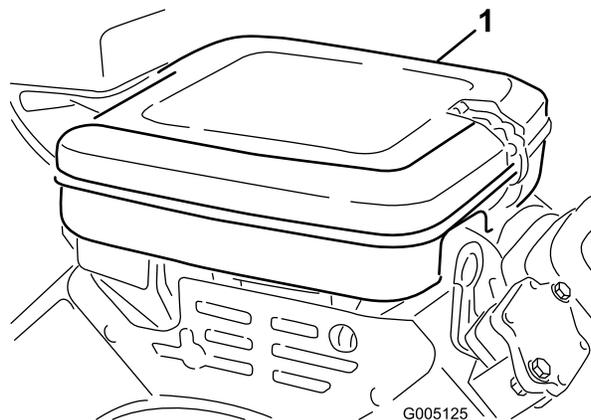

Figure 36
1. Nettoyez le couvercle du filtre à air (Figure 36).